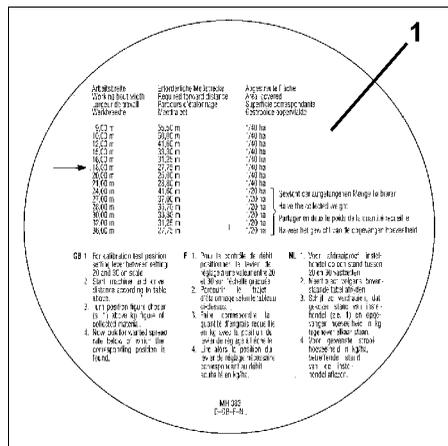

Fig. 31
4. La tabla para la determinación del trayecto de medición [m] requerido (Fig. 31).
- De la tabla (Fig. 31/1) leer el trayecto de medición requerido **27,75 m** para el ancho de trabajo **18 m**.